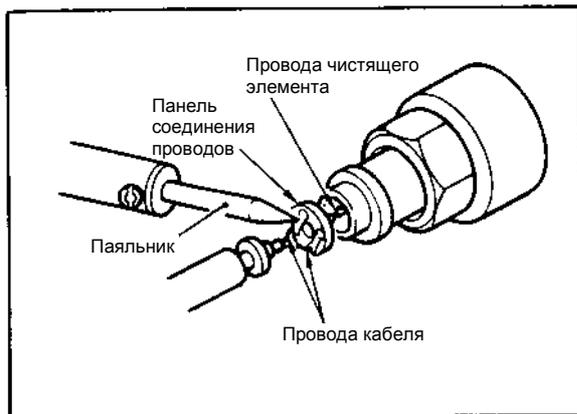

Рисунок 3-12. Снятие проводов очистителя
- (7) С помощью паяльника отпаяйте поврежденные провода от панели соединения проводов. Смотрите Рисунок 3-12.